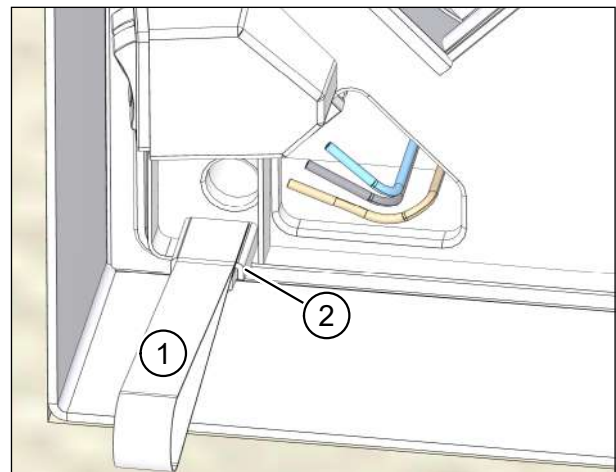

Abb. 42: Gerätedeckelauszugband ankleben
- ▶ Entnehmen Sie das Gerätedeckelauszugband (Pos. 1 in Abb. 42) aus dem Adapter-Kit U2 (siehe Abschnitt 6.2.3 auf Seite 19).
- ▶ Kleben Sie das Gerätedeckelauszugband auf die Oberseite des linken Gerätedeckelhalters (Pos. 2 in Abb. 42).
Achten Sie bei der wandintegrierten Montage U2 darauf, dass das Gerätedeckelauszugband (Pos. 1 in Abb. 42 auf Seite 37) unterhalb des Gerätedeckels herausragt.